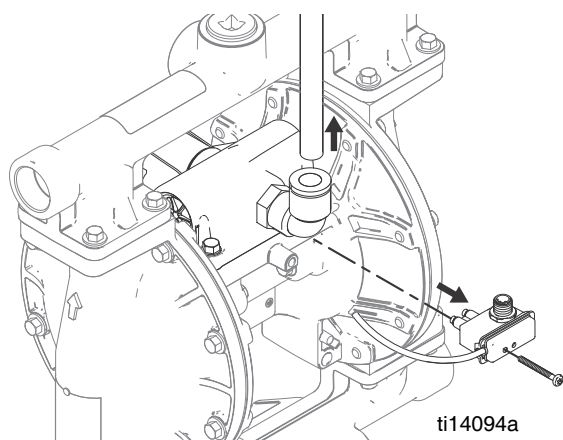

FIG. 1. Extraction du commutateur à lames et du conduit d'air
3. Utilisez une clé à douilles de 10mm pour retirer les fixations de la coupelle de sortie (6). Voir Fig. 1.FIG. 5